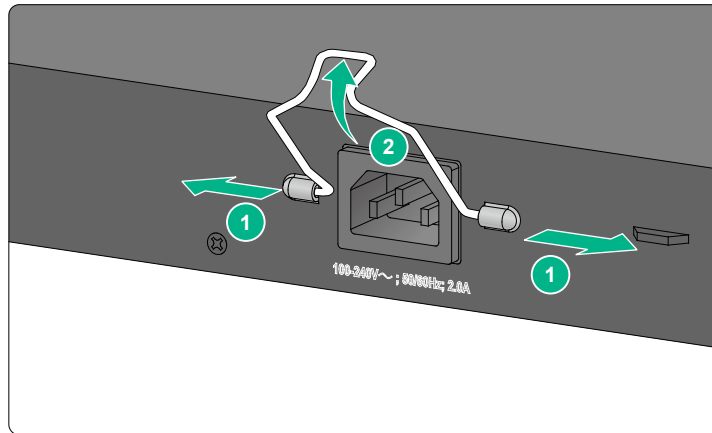

図 3-30 装置への電源ケーブルの接続例(1)
- 2) 図 3-30に示すように、電源ケーブル固定金具をレセプタクルに取り付けます。